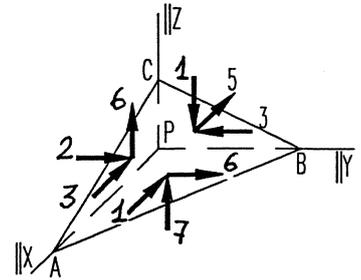

Figura Ej. 2
- Ej.2. La figura Ej.2 muestra un tetraedro de aristas diferenciales, aislado del interior de la región ocupada por un cuerpo C en cierta configuración deformada. En ella aparecen, indicadas en megapascals, las componentes de los vectores que representan la acción del resto del cuerpo sobre el tetraedro a través de sus caras PBC , APC y ABP . Se desea conocer: 1) el tensor de tensiones en el punto P ; y 2) la acción del resto del cuerpo sobre el tetraedro a través de la cara ABC .